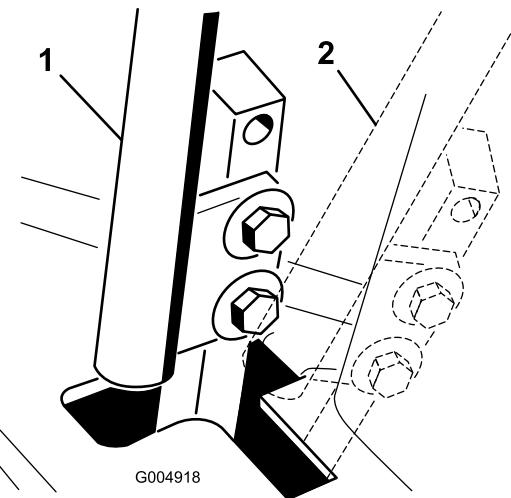

Figura 62
- Mueva la palanca a la posición de punto muerto, pero **no a la posición de bloqueo** (Figura 62).
- Compruebe la posición de la palanca de control con relación a la muesca de la consola (Figura 62). Debe estar centrada para que la palanca pueda girar hacia fuera a la posición de bloqueo/punto muerto.